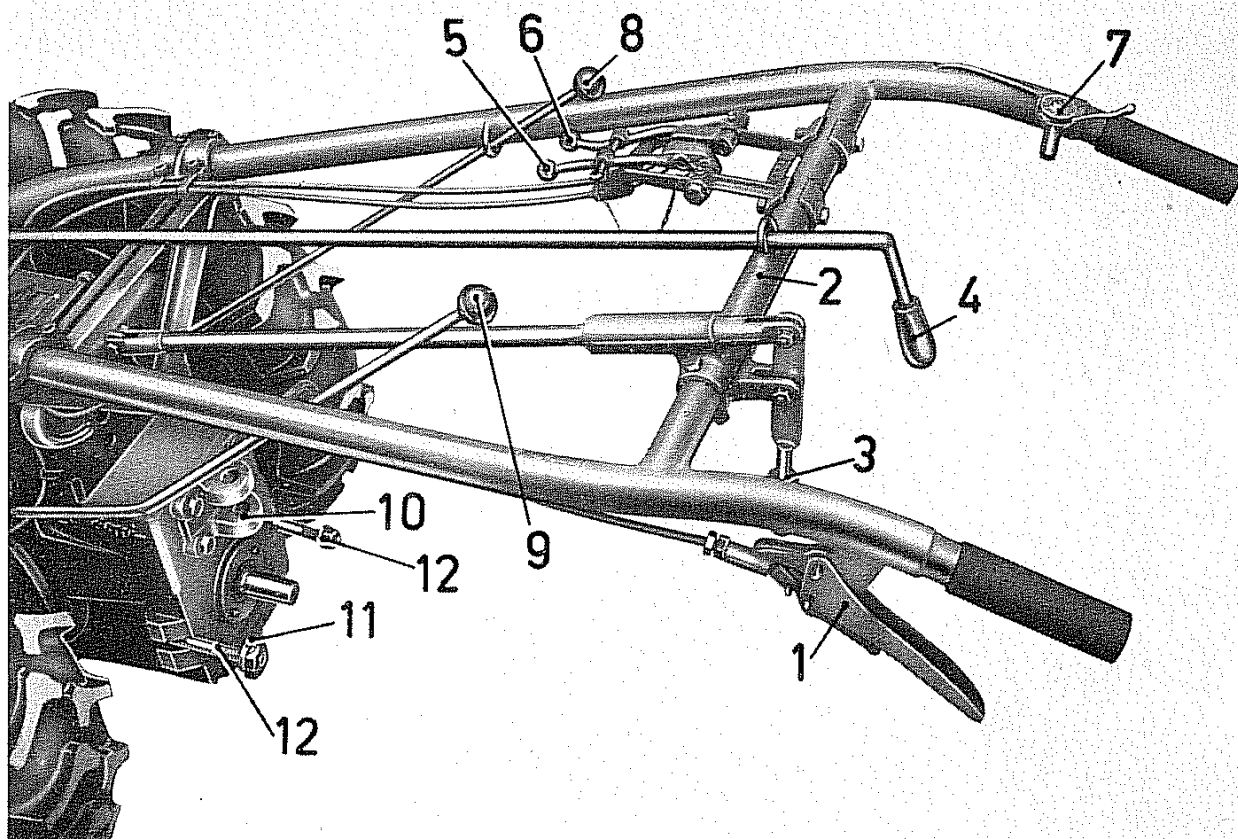

fig. 1
LEVE DI COMANDO (Fig. 1)
Il bloccaggio del differenziale viene eseguito attraverso la leva di comando (9) fig. 1 operando come indicato da apposita targhetta posta sulla stegola sinistra.
L'innesto delle velocità delle prese di forza e conseguentemente della FRESA si effettuano azionando la leva (8) fig. 1 come indicato nella targhetta posta nella stegola destra. (fig. 4).